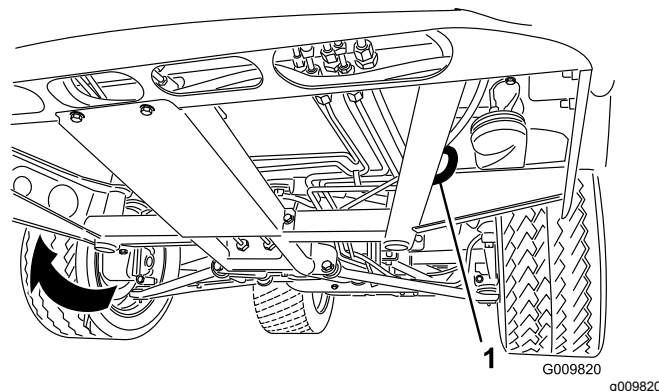
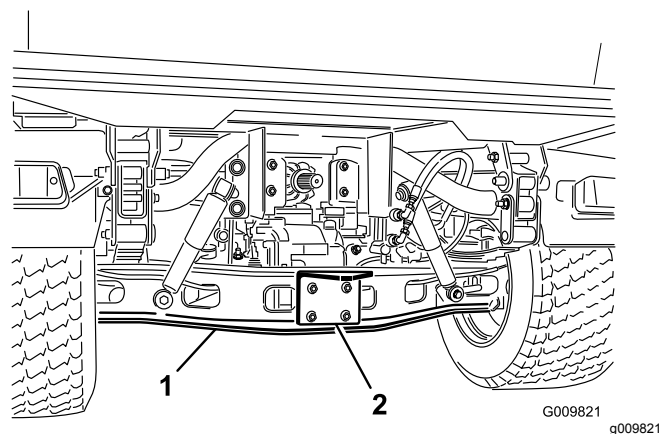

Figura 19
Figura 20
Consulte **Figura 19** e **Figura 20** para localizar os pontos de fixação da máquina.
1. Ate um cabo de reboque ao garfo, na parte dianteira do chassis da máquina (Figura 19).